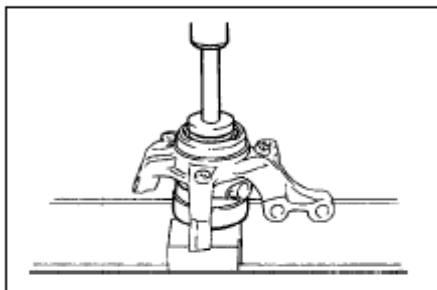

Рис. 157
- (1)** Установите внутреннее кольцо наставку для снятия ступицы левой оси во внешнее кольцо подшипника ступицы левой оси.
- (2)** Снимите подшипник ступицы левой оси с поворотного кулака с помощью пресса и спецприспособления.(рис. 157)